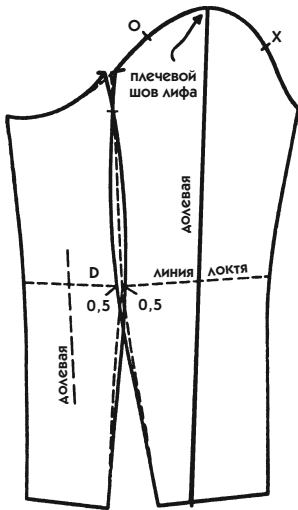

Рис. 200
- **Если расширение недостаточное**, надо сделать локтевые швы более выпуклыми, как показано сплошными линиями на рис. 200, то есть перекрестить обе линии среза таким образом, чтобы добавить на линии локтя (линия D) недостающую часть.
Новая линия верхней половинки пройдет в 0,5 см слева от базовой линии, а новая линия нижней половинки — в 0,5 см справа (см. на рис. 200 сплошные линии).
- От линии локтя с каждой стороны проведите плавную, слегка изогнутую линию без изломов, достигающую вершины вытачки на окате рукава. Затем продолжите линии вниз, как показано на рис. 200. Не стирайте вспомогательные линии (линию локтя и локтевую вытачку), самое простое — перенести их цветным карандашом на изнаночную сторону лекала.
23. **Построение базового лекала рукава закончено.** Если вы внимательно следили за объяснениями, ваше задание по черчению рукава должно соответствовать рис. 200. На лекале сделайте четкую надпись «базовое лекало рукава».